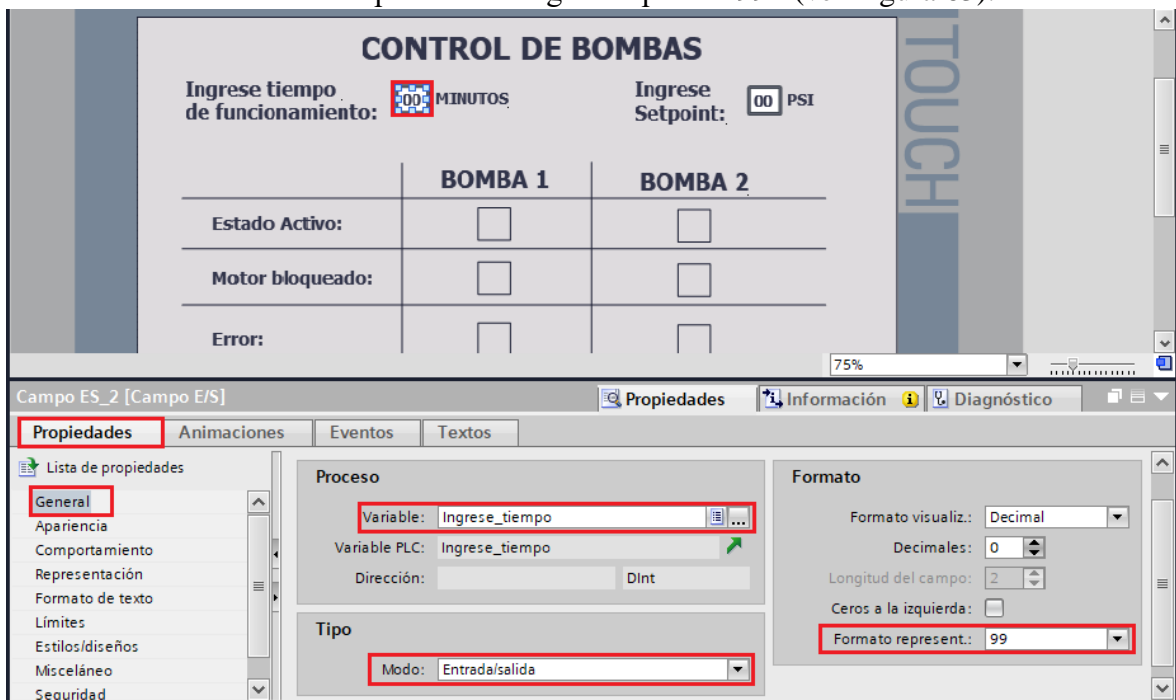

Figura 63. Configuración Campo E/S “Ingreso tiempo”.
- (2) Configuración de los elementos de la ventana.
- En “Formato” / “Formato represent” escoger la opción “99” (ver Figura 63).